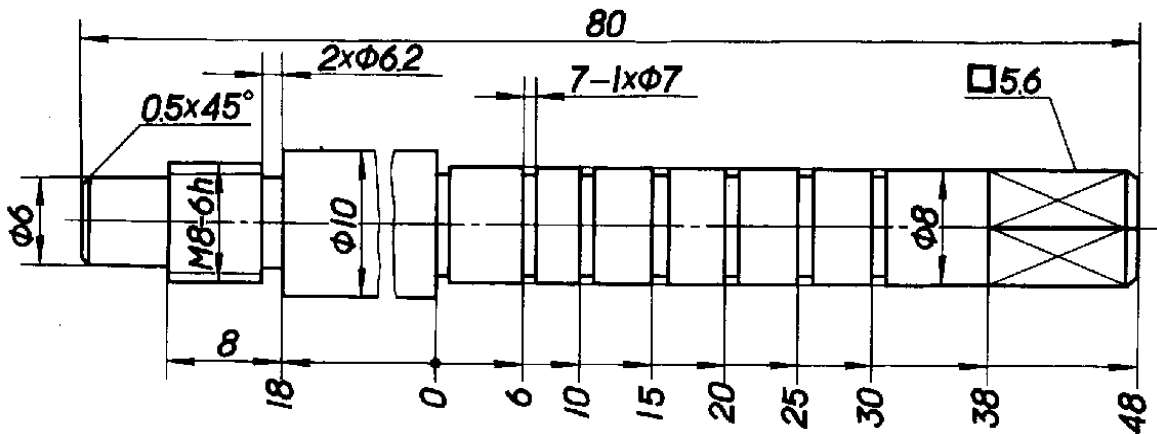

图 42
4.7 对不连续的同—表面，可用细实线连接后标注一次尺寸（图42）。
4.8 由同一基准出发的尺寸，可按图42~44的形式标注。也可以用坐标的形式列表标注（图45）。